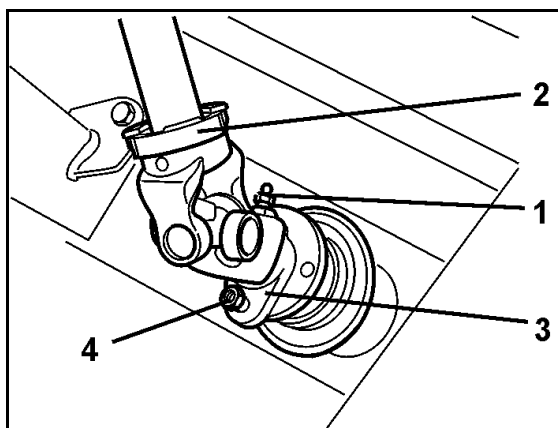

Fig. 54
13. Foretag sikring af kraftoverføringsakselbeskyttelsen, så den ikke drejer, ved at fastgøre kæden på maskinen (Fig. 54).